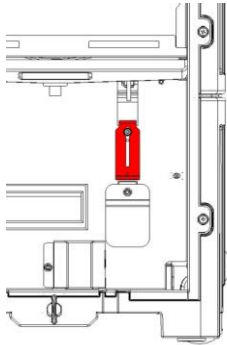

Abb. 6: Abdeckblech mit
2. Entnehmen Sie den Wasserauffangbehälter. Das Abdeckblech dahinter ist nicht vor der Aussparung (Abb. 6).